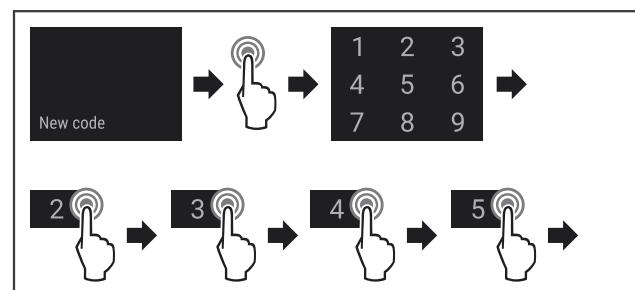

Fig. 82
- Выполните шаги действия (см. Fig. 82).
- Выполните шаги действия (см. Fig. 82) .